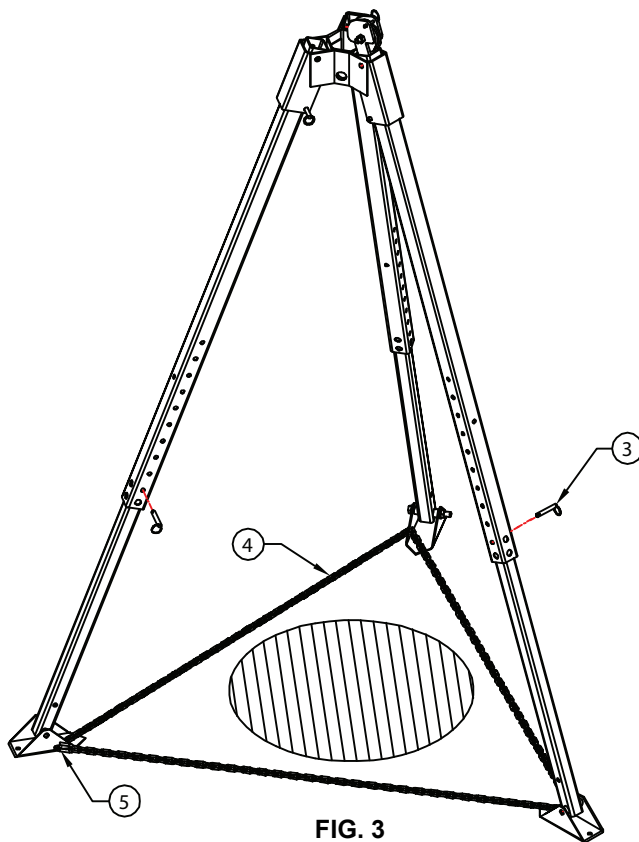

FIG. 3
5. Coloque el trípode sobre la entrada (vea la Fig. 3) y asegúrese de que la estructura esté nivelada. Ajuste el largo de las patas según se requiera retirando los pasadores de ajuste que tengan instalados y extendiendo o replegando las patas según sea necesario. Tenga cuidado de volver a instalar todos los pasadores de ajuste de las patas una vez que el trípode esté nivelado.